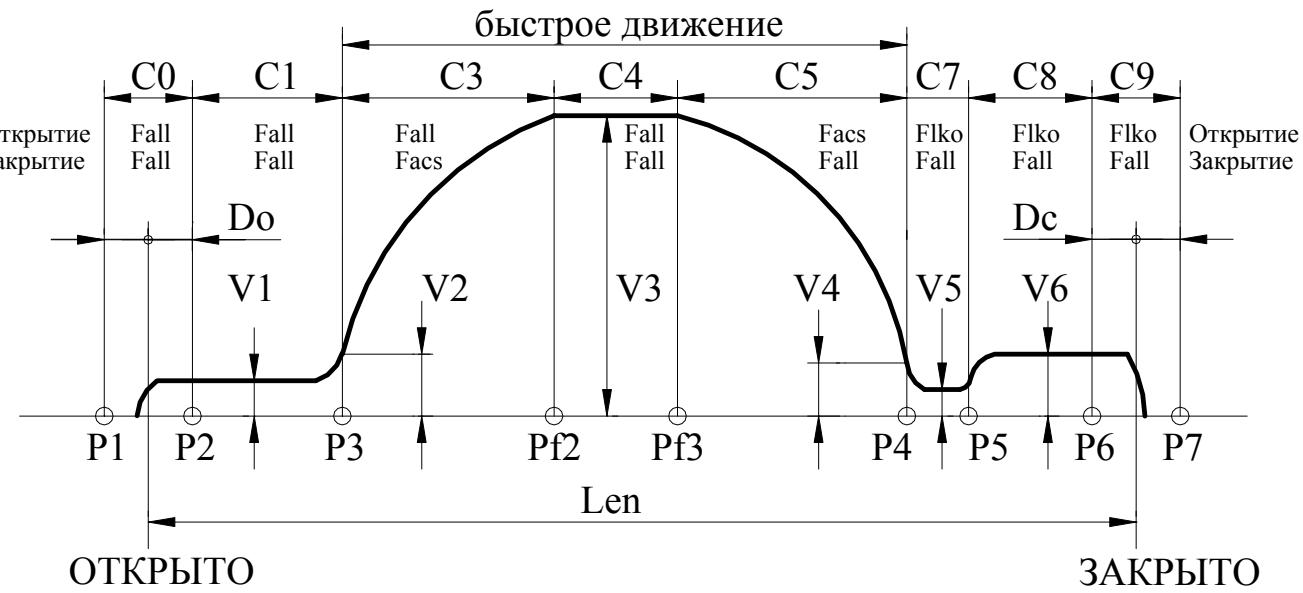

Рис.6. Траектория движения.
3.7.4.3. Если проем был уже промерен, то после синхронизации на 0, *Устройство* начинает двигаться по траектории, показанной на **рис.6**.
3.7.8.4. *Устройство* отрабатывает траекторию движения, показанную на **рис.6**, справа налево.
3.7.8.7. При **полном открытии**, когда *Устройство* определило наличие упора в зоне С0 (см. **рис.6**), размыкается СК ВКО. После этого *Устройство* переходит в режим одностороннего удержания.
- 3.7.9.4. Устройство отрабатывает траекторию движения, показанную на **рис.6**, слева направо.
- 3.7.9.7. При **полном закрытии**, когда Устройство определило наличие упора в зоне C9 (см. **рис.6**), размыкается СК ВКЗ. После этого Устройство переходит в режим одностороннего удержания.
- **E0L** – переезд зоны полного открытия (**C0**, **рис.6**) или полного закрытия (**C9**, **рис.6**). Синхронизация в этом случае выключается. Ошибка сбрасывается при смене кода направления вращения, но затем необходимо провести синхронизацию заново. При повторном неоднократном возникновении данной ошибки нужно провести **измерение проема**, если затем эта ошибка все равно будет возникать, необходимо проверить механику привода.
3.8.1. Рис.6, на котором показана траектория движения, отслеживаемая Устройством, поясняет назначение многих параметров, рассмотренных ниже. На рис.6 отображено также распределение сил на участках траектории отдельно при открытии и при закрытии (при переходе в режим удержания устанавливается соответствующая сила удержания).
- Если Bar_sl=1, то точка препятствия запоминается и происходит замедление скорости движения при подходе к точке препятствия до Vbar. При отсутствии препятствия в том же месте, дальнейшее движение происходит по кривой, указанной на **рис.6**.
3.8.5.14. **Номер D** – C_vko (0-250, l=Ks мм) – дополнительное смещение точки P2(**рис.6**) для расширения диапазона удержания сигнала ВКО.
3.8.5.15. **Номер Е** – C_vkz (0-250, l=Ks мм) – дополнительное смещение точки P6(**рис.6**) для расширения диапазона удержания сигнала ВКЗ.